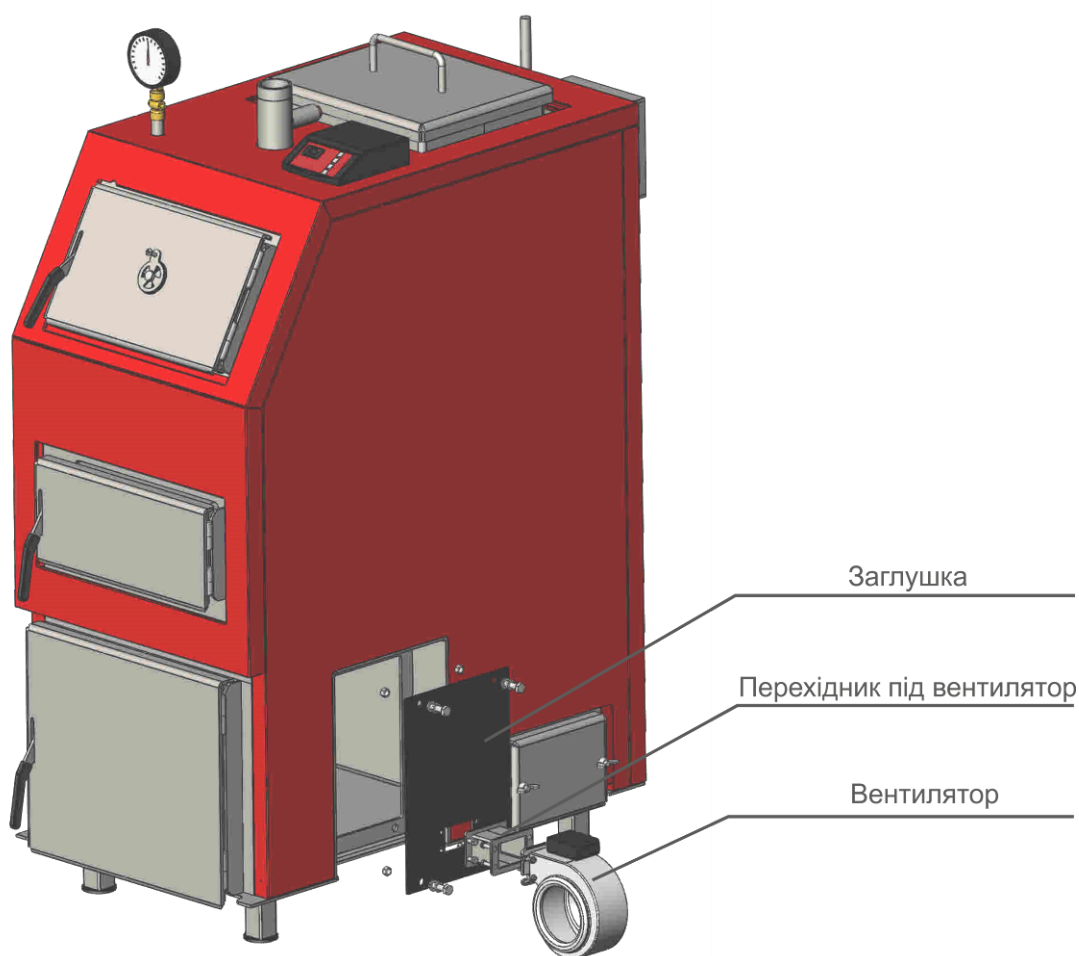

Рис.3 Схема монтажу заглушки з вентилятором на місце пелетного пальника при необхідності ремонту чи сервісному обслуговуванні
При переході на ручний режим роботи необхідно на колосникові труби верхньої камери згорання покласти чавунні решітки (див. рис.3). Завантаження палива відбувається в ручну, через завантажувальний люк. подача повітря для спалювання палива в верхню камеру згорання відбувається через пелетний пальник.
4. Встановити вентилятор з перехідником на заглушку (див. Рис.3).
Схема монтажу заглушки з вентилятором для роботи котла в ручному режимі при демонтованому пелетному пальнику показана на Рис.3.